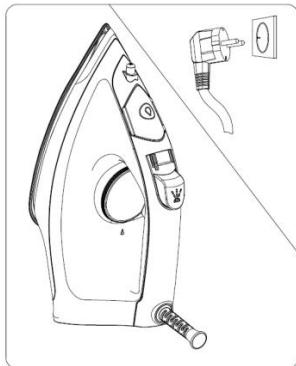

Fig.3
36. Collegare l'apparecchio alla fonte di alimentazione (vedere Fig. 3) e selezionare la temperatura appropriata in base al materiale dei vestiti da stirare (vedere Fig. 4). Fare riferimento alle sezioni "**SUGGERIMENTI PER LA STIRATURA**" e "**ETICHETTA AGGIUNTIVA**" quando si seleziona la temperatura. L'indicatore si accenderà, indicando che il ferro si sta preriscaldando. E l'indicatore si illuminerà in modo fisso durante il preriscaldamento. Dopo il completamento del preriscaldamento, l'indicatore si spegnerà e il ferro sarà pronto per l'uso.